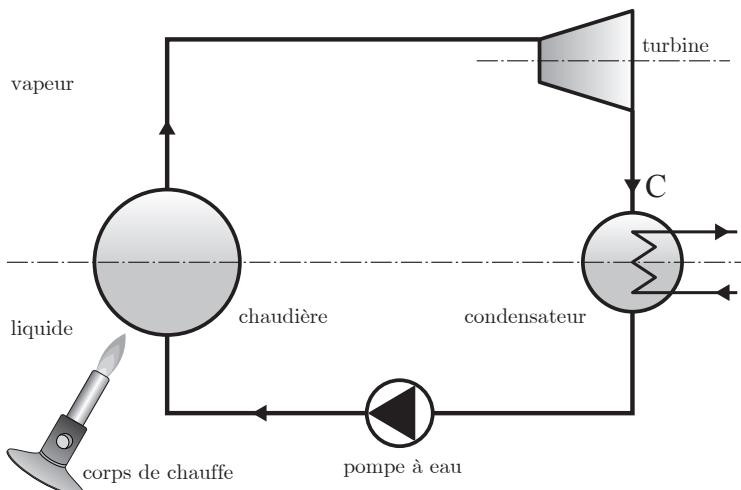
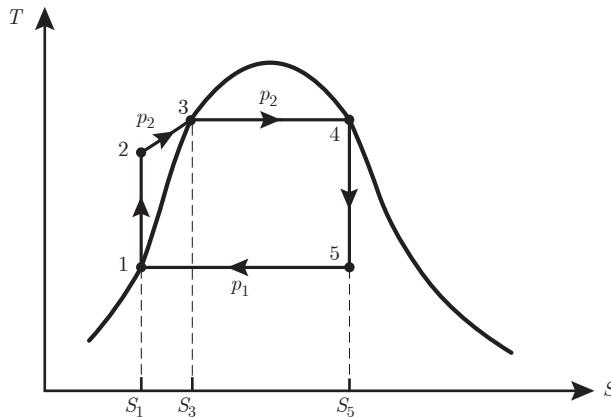

Fig. 7.16 Diagramme du moteur de Rankine pour un fluide biphasique.
Fig. 7.17 Diagramme (T, S) du cycle de Rankine pour un fluide biphasique.
Un moteur est constitué d'une chaudière, d'un condensateur, d'une turbine et d'une pompe (fig. 7.16). Ce moteur subit un cycle de Rankine cycle pour un fluide biphasique (fig. 7.17). Le cycle est constitué de cinq processus :
- 1) Déterminer la chaleur fournie par la chaudière $Q^+ = Q_{23} + Q_{34}$, la chaleur libérée au condensateur $Q^- = Q_{51}$ en termes des enthalpies par unité de masse h_1^*, h_2^*, h_4^* et h_5^* et la masse M de fluide qui subit ce cycle (fig. 7.17).